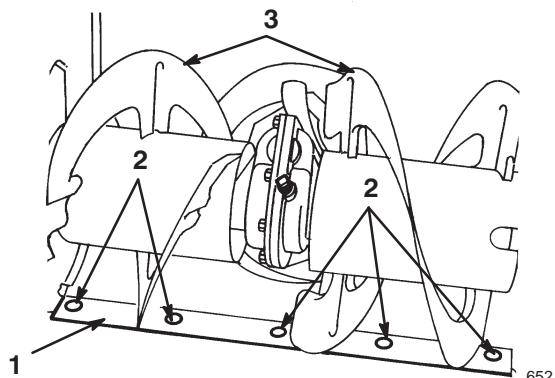

Bild 20
6. Stützen Sie die Schneckenblätter so ab, dass sie 3 mm vom Boden entfernt sind (Bild 20).
8. Lösen Sie zur Einstellung der Schürfleiste die fünf Schrauben (Bild 20), richten die Leiste aus und ziehen die Befestigungsschrauben wieder fest.